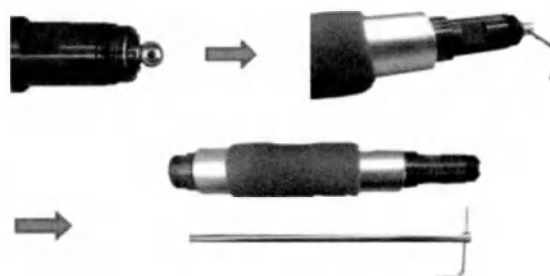

Рисунок 26. Снаряд, направляющая снаряда, разборка бампера.
(2) Метод обмена
Как показано на Рис. 26- (1), поверните аппликатор для разборки и поверните центр пистолета для разборки. Используйте пинцет, чтобы удалить направляющую снаряда в центре отделенного пистолета или снаряд, оставшийся внутри пистолета, Рисунок 26- (2). Бампер также можно снять с помощью пинцета. Используйте шестигранный ключ, чтобы снять штифт как показано на Рисунке 26- (3).